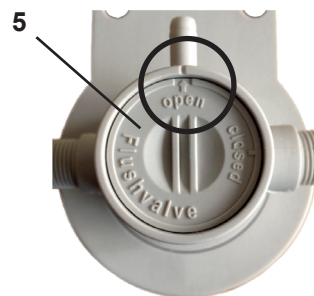

Abb. 5
- ⇒ Spülventil (5, Abb. 5) öffnen.